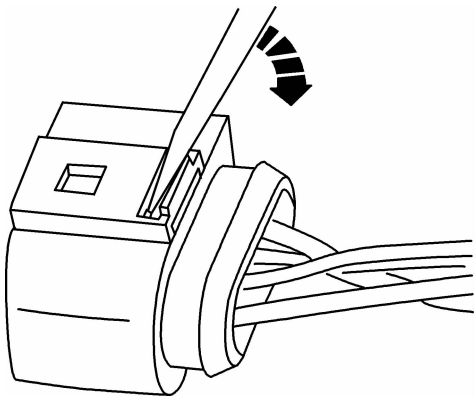
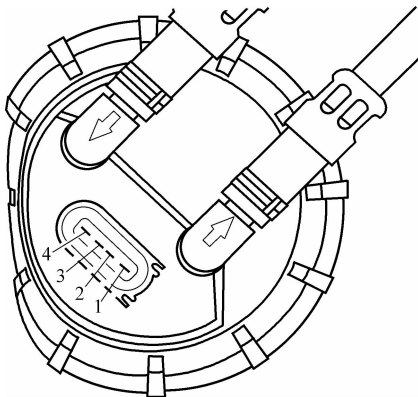

图 4-21 燃油表传感器 4 孔插头
图 4-22 测量传感器触点间电阻
(4) 检查燃油表传感器 G 拧下行李箱装饰板下面的连接法兰护板。如图 4-21 所示,松开并拔下 4 孔插头(箭头),用万用表 V. A. G1526 检测传感器触点 2 和 3 之间的电阻值(图 4-22)。